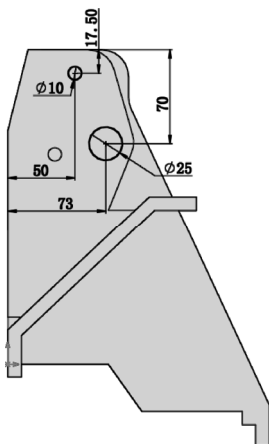

图 10-57 绘制草图
**01** 绘制草图。在视图中用鼠标选择图 10-56 所示的面 1 作为绘制图形的基准面。单击“草图”控制面板中的“圆”按钮，绘制并标注草图，如图 10-57 所示。